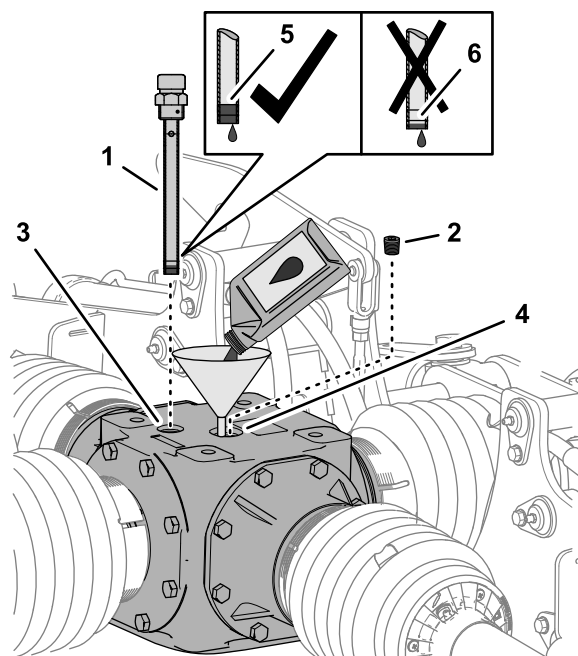

Figure 61
1. Retirez la jauge de l'orifice au sommet du boîtier d'engrenages central et essuyez-la (Figure 61).
2. Enlevez le bouchon de remplissage de l'orifice de remplissage en haut du boîtier d'engrenages (Figure 61).
3. Versez 2 484 ml du lubrifiant pour engrenages spécifié par l'orifice de remplissage (Figure 61).
4. Vissez la jauge dans l'orifice, ressortez-la et vérifiez le niveau de lubrifiant (Figure 61).
6. Revissez et serrez la jauge dans l'orifice de remplissage (Figure 61).
7. Remettez et serrez le bouchon de remplissage dans l'orifice de remplissage (Figure 61).